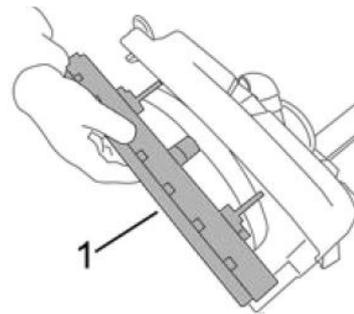

Abb. 27: Abstreifer von Maschine trennen
- Trennen Sie die Saugleiste von der Maschine (Abb. 27)